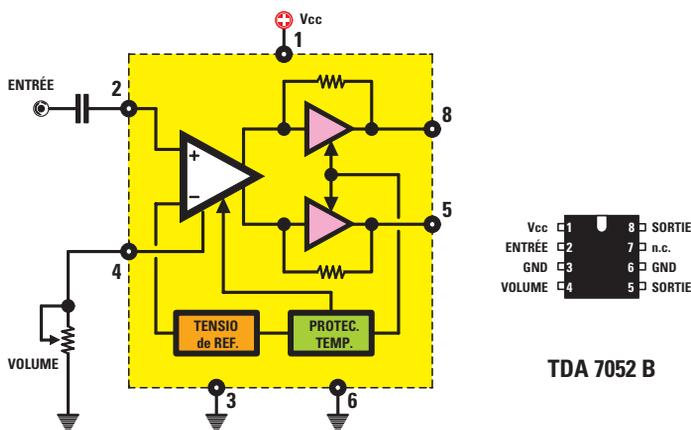

Figure 3: Organigramme interne et brochage vu de dessus du circuit intégré TDA7052B (IC5, voir figure 2).
**Figure 3 :** Schéma électrique de l'ampèremètre à LED. L'intensité du courant est mesurée par détection de la chute de tension aux extrémités du "shunt" RCS : résistance de faible valeur constitué par une piste du circuit imprimé et dans laquelle passe le courant ensuite consommé par la charge que l'on monte en série avec les points AB. Les deux LED DL11+ et DL12- sont des indicateurs de polarité du courant mesuré. La valeur de ce dernier est indiquée par les dix autres LED DL1 à DL10 reliées au LM3914, un voltmètre à échelle linéaire.
Vous le trouverez à la figure 3. La mesure du courant s'effectue simplement en mesurant la chute de tension aux bornes de la RCS : elle est d'environ 5 mΩ (milliohms) et donc son montage en série avec la charge n'occasionnera qu'une perte d'insertion dérisoire.